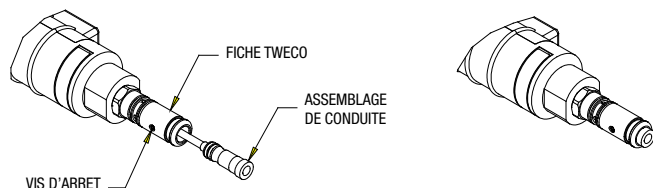

Figure 4a:
10. Desserrer la vis d'arrêt située sur le bouchon de raccordement arrière Tweco®, Panasonic®, ou Lincoln® pour garantir une alimentation correcte dans la conduite. Dans le cas d'une fiche type Miller, dévisser le raccord fileté du bouchon de raccordement arrière du chalumeau. Voir les Figures 4A et 4B.